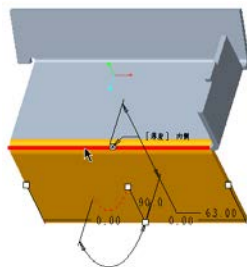

图 1-112 指定连接边
(1) 在“形状”组中单击（平整）按钮，打开“平整”选项卡。
(2) 选择图 1-112 所示的一条边，系统默认的薄壁形状为“矩形”。